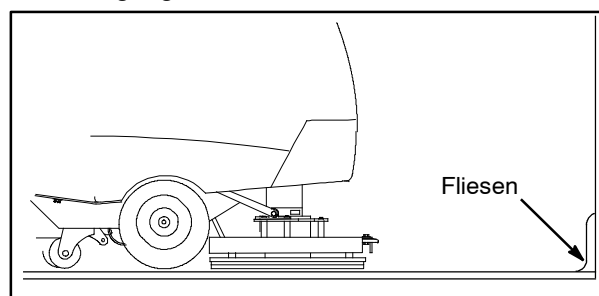

ABB. 75
8. Orbital- Schrubbkopfmodell - Seien Sie vorsichtig, wenn Sie in der Nähe von Fliesen (Abbildung 75) und am Boden befestigten Vorrichtungen wie Standwaschbecken und sonstigen zerbrechlichen Gegenständen arbeiten. Halten Sie die Metallkante des Schrubbkopfs fern, um mögliche Beschädigungen zu vermeiden.